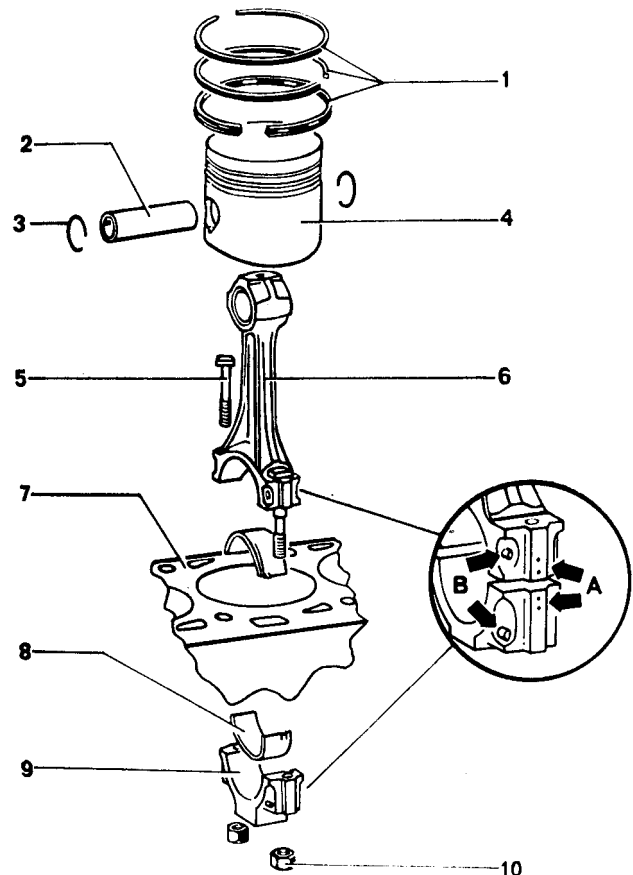

Bild M 15. Pleuel mit Kolben
- Zugehörigkeit zum Zylinder kennzeichnen (siehe Bild M 15 - A)
- Einbaulage: Die Markierungen (B) zeigen zur Keilriemenscheibenseite